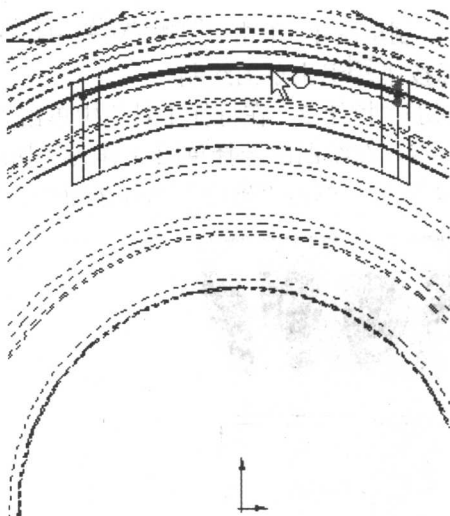

图 1-18 草图 6
(5) 绘制草图 6。单击 基准面2 → → ，用草图工具绘制出如图 1-18 中箭头所指示的草图 6，注意“重合”约束，单击图标按钮 退出草图绘制。